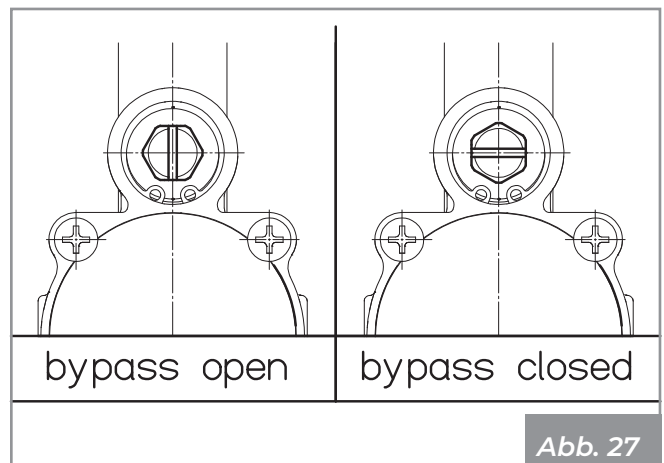

Abb. 27
- Schließen Sie das Bypass-Ventil im Antikondensationsventil (**Abb. 27**).